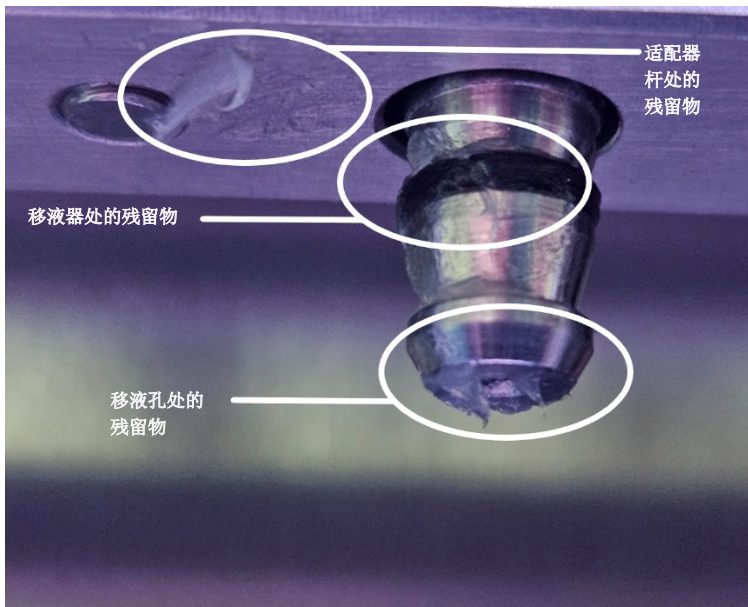

图 180.润滑脂涂抹过量的吸头适配器示例。应检查所有标记点，并应清除所有可见的润滑脂残留物。
8. 确保除了 D 形环之外，其他部件上没有润滑脂，特别是移液器头部和开口处的杆上（请参阅下面的图 180）。